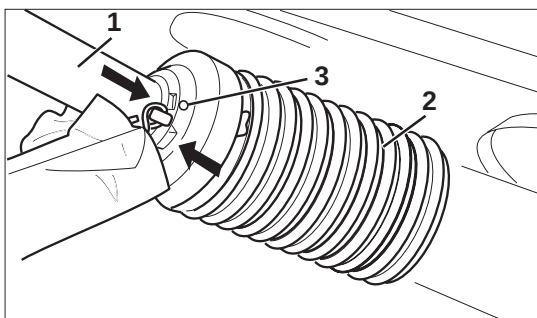

Fig. 5.4b
- beschermpijp (fig. 5.4b/1) over de as schuiven en de beschermtrechter (fig. 5.4b/2) in de montagestand draaien
- borgschroef (fig. 5.4b/3) er in draaien